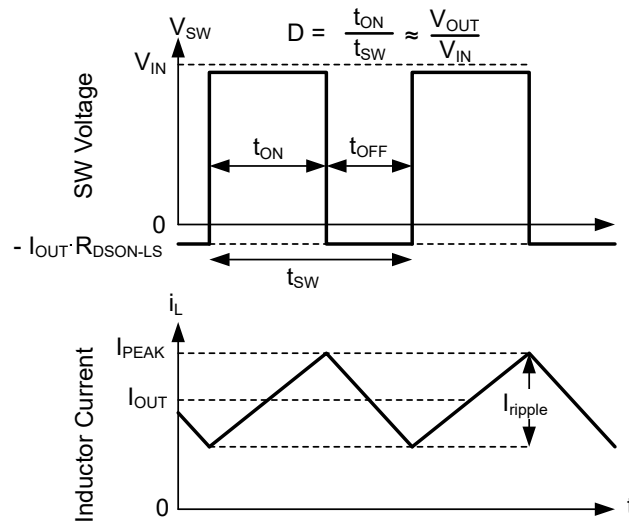

図 7-15. 連続モード (CCM) における SW 電圧とインダクタ電流の波形
本デバイスの以下の動作の説明は、セクション 7.2 と以下の波形 (図 7-15) を参照しています。CCM では、本デバイスは、内蔵ハイサイド (HS) およびローサイド (LS) スイッチを各種デューティサイクル (D) でオンにすることで、出力電圧のレギュレーションを実現します。HS スイッチのオン時間の間、SW ピンの電圧 (V_{SW}) は V_{IN} の付近までスイングし、インダクタ電流 (i_L) は線形的な傾きで増加します。HS スイッチは、制御ロジックによってオフにされます。HS スイッチのオフ時間 (t_{OFF}) の間、LS スイッチはオンにされます。インダクタ電流は LS スイッチを通して放電され、LS スイッチの両端の電圧降下によって V_{SW} をグランドの下まで強制的にスイングさせます。一定の出力電圧を維持するため、コンバータ ループはデューティ サイクルを調整します。D は、HS スイッチのオン時間をスイッチング周期で割った値として次のように定義されます。